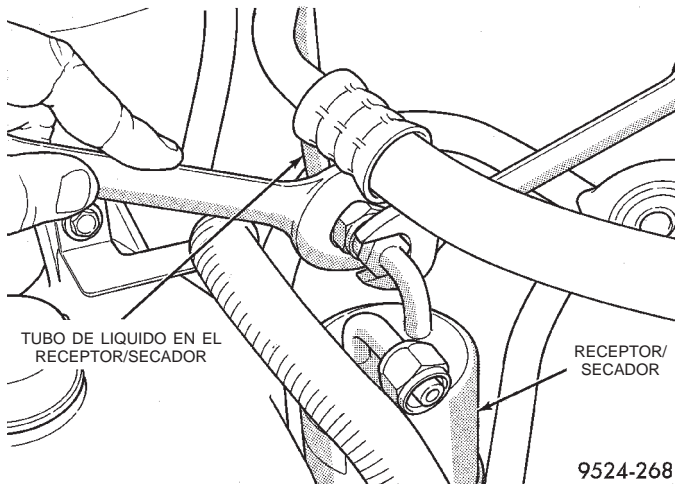

Fig. 60 Tubo de líquido en el receptor/secador
(4) Desconecte el tubo de líquido del receptor/seca-dor (Fig. 60).
(5) Retire el tubo de líquido del vehículo.